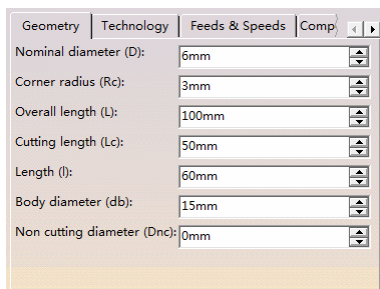

图 3-233 定义刀具参数（11）
- 单击“More”按钮，单击“Geometry”选项卡，定义刀具参数（11）如图 3-233 所示。